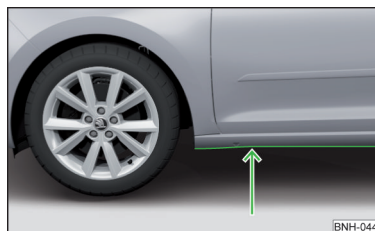

Abb. 114
- Daher vor einer Wasserdurchfahrt die Wassertiefe feststellen. Der Wasserstand darf maximal an die Unterkante des Unterholms reichen » Abb. 114.